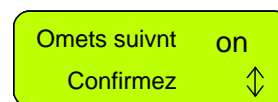

Figure 2.10
1. Raccourci – lorsque la tondeuse est dans la station de recharge appuyez d'abord sur la touche '**STOP**' pour afficher le bon écran (Figure 2.10).